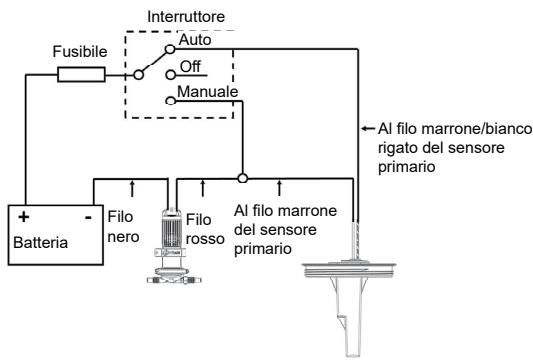
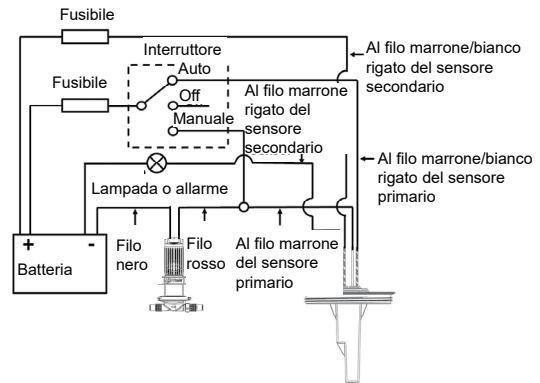

Figura 8A – Piano di cablaggio – per modelli a sensore singolo
Figura 8B – Piano di cablaggio – per modelli a sensore doppio
- **AVVERTENZA:** l'installazione **deve essere** eseguita da un elettricista adeguatamente qualificato. Il cablaggio improprio può causare un incendio che può provocare lesioni o la morte. Le informazioni di cablaggio proposte (figura 8A e figura 8B) sono fornite solo a titolo di guida; il cablaggio **deve** essere conforme agli standard elettrici applicabili. **Devono** essere installati fusibili e interruttori di circuito di misura adeguata.
Passo 4: Cablaggio: vedere la figura 8A o la figura 8B.